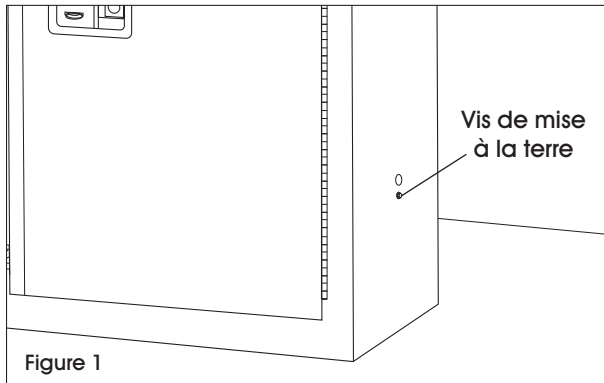

Figure 1
- 1. For exterior cabinet grounding, locate the safety cabinet's ground screw just below the green dot on the right-hand side. (See Figure 1)
1. Pour la mise à la terre externe de l'armoire, repérez la vis de mise à la terre située sous le point vert sur le côté droit de l'armoire. (Voir Figure 1)